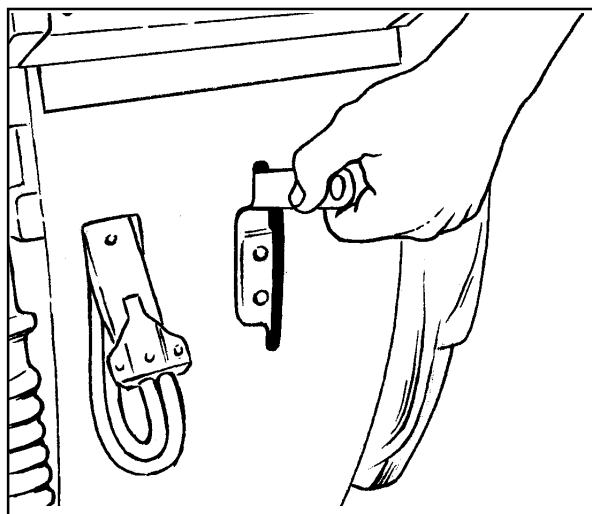

Abb. 19
2. Zum Anheben der Saugleiste, bewegen Sie den Saugleistenhebel nach oben. Siehe Abb. 19.
6. Kontrollieren Sie die Geschwindigkeit der Traverse durch Verwendung des Geschwindigkeitskontrollknopfes. (Abb.19, Punkt C).